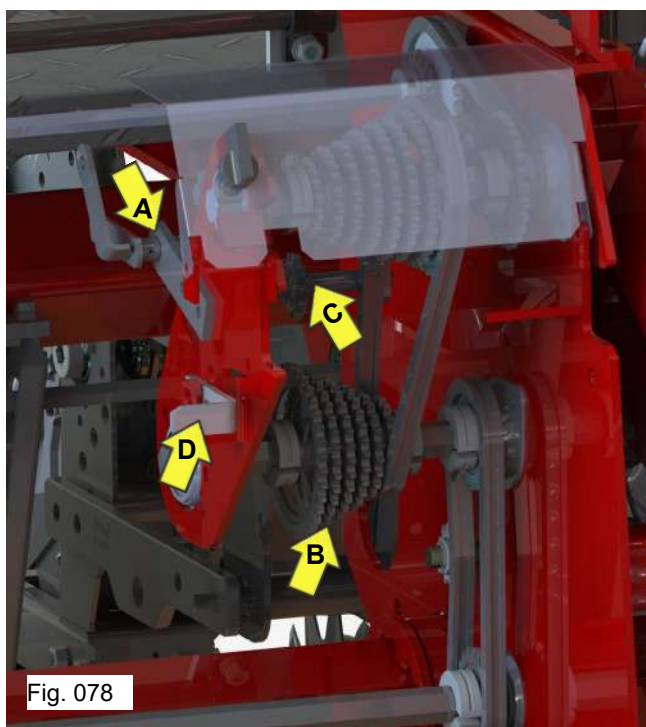

Fig. 078
A Plantadora Adubadora **3060PD** é montada com o sistema de câmbio embutido, que proporciona regulagens rápidas e eficientes. O câmbio é composto por conjunto de engrenagens que estão posicionadas no eixo da catraca, que acionam o conjunto de engrenagens do eixo intermediário, efetuando a transmissão ao eixo dos distribuidores de adubo. Na extremidade do eixo intermediário está posicionada a engrenagem motriz Z-15, que aciona a engrenagem movida Z-27 do eixo dos distribuidores de adubo (Fig. 078).
- Solte a alavanca do esticador até que ele fique solto "A" (Fig. 078).
O esticador de corrente possui uma mola de torção autocompensadora "C" (Fig. 078) e três posições de regulagem da alavanca "D" (Fig. 078), para absorver todas as variações possíveis de regulagem.